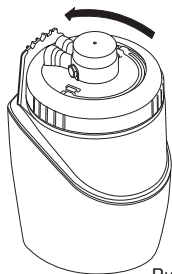

Рис. 34
5. **Открутите и снимите шайбу** (рис. 34).